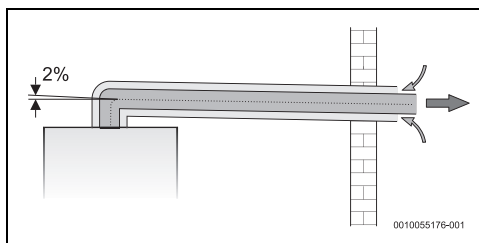

Fig. 23 Installation du type C13
- avoir une pente négative (fig. 23)